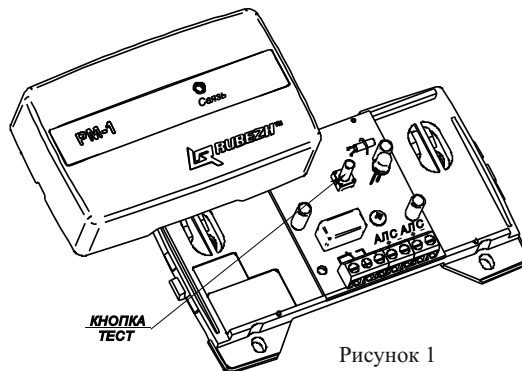

Рисунок 1
5.2 Конструктивно релейный модуль выполнен в виде блока, состоящего из пластмассового корпуса (основание и крышка), внутри которого размещена плата с радиоэлементами (Рисунок 1).
7.3 Для конфигурирования релейного модуля, начальный адрес которого неизвестен, необходимо зайти в меню прибора, выбрать учетную запись **Инсталлятор** и ввести пароль (по умолчанию пароля нет), выбрать пункт **Настройка (Конфигурация) => Сервис => Адресация устройств** и нажать кнопку **ТЕСТ** на релейном модуле (Рисунок 1). На экране прибора откроется меню параметров РМ-1: